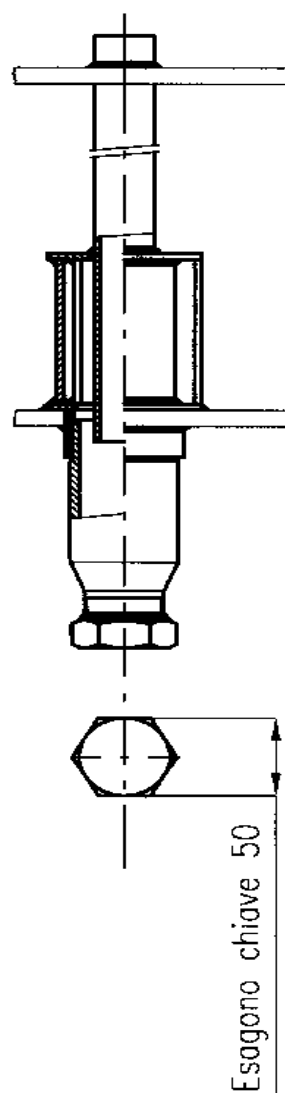

Figura 3: DETTAGLIO CICLONE = DETALII CICLON
- scoateți vasul de scurgere al ciclonului (figura 3)